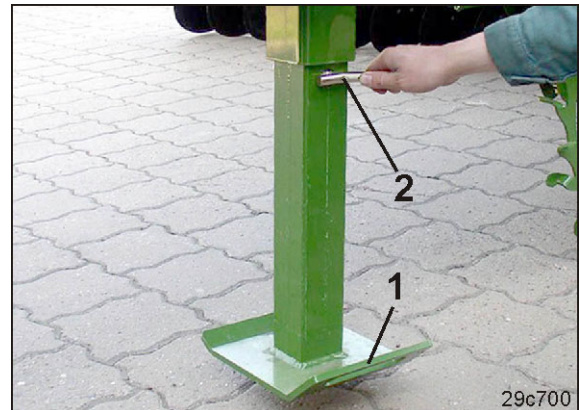

Fig. 148
10. Løft traktorens liftarme så meget, at støttebenet (Fig. 148/1) lige netop kommer fri af jorden.
15. Hold støttebenet (Fig. 148/1) fast i grebet, og fjern indstiksbolten (Fig. 148/2).
16. Skub støttebenet op, og fastgør det med indstiksbolten (Fig. 148/1).